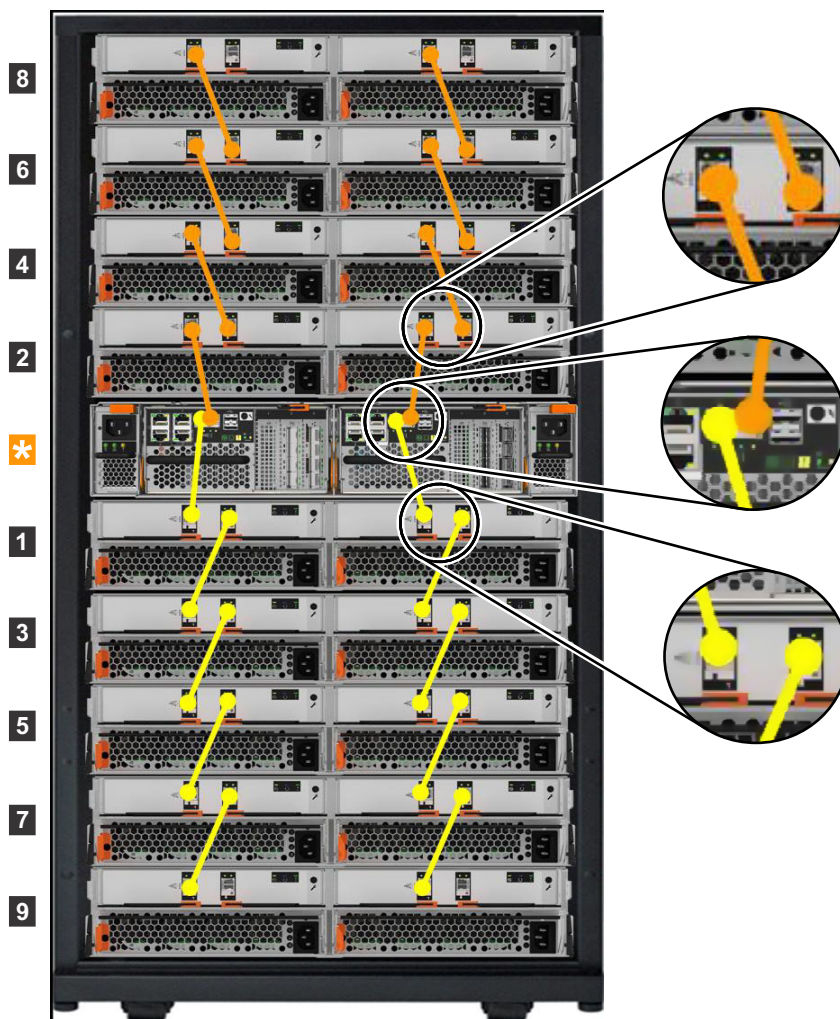

図 43. SAS ケーブルの接続
2. 2 番目の拡張エンクロージャー・チェーンをコントロール・エンクロージャーに追加するには、提供された SAS ケーブルを使用して、コントロール・エンクロージャーをラック位置 2 の拡張エンクロージャーに接続します。例については、図 43 を参照してください。
3. 追加の拡張エンクロージャーを取り付ける場合は、各拡張エンクロージャーを、チェーン内の前の拡張エンクロージャーに接続します。これには、57 ページの図 43 に示されているように、2 本の Mini SAS HD 間ケーブルを使用します。